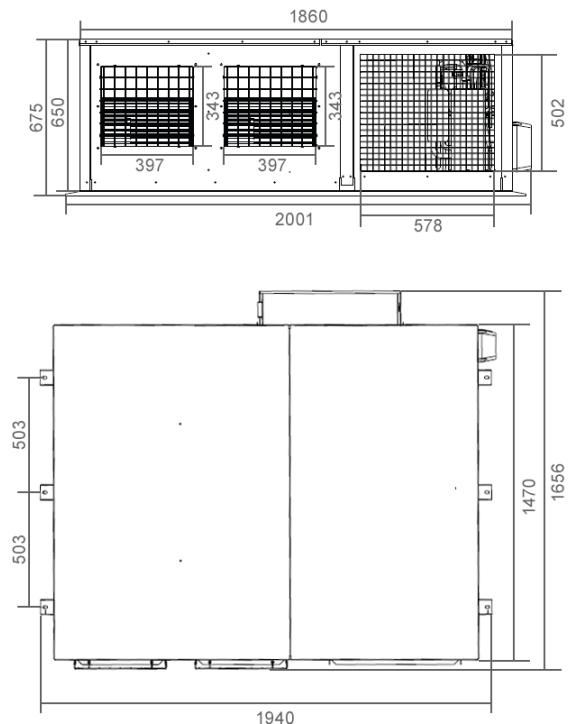

Fig. 3-2 Dimensão da Unidade de Ar Condicionado
- 2) A Fig. 3-2 é aplicável aos modelos GIA-CEN-22KOMP